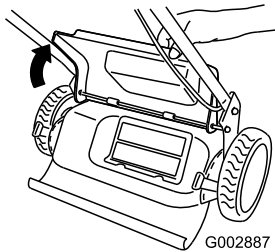

Figura 21
1. Levante y sujete la puerta trasera (Figura 21).